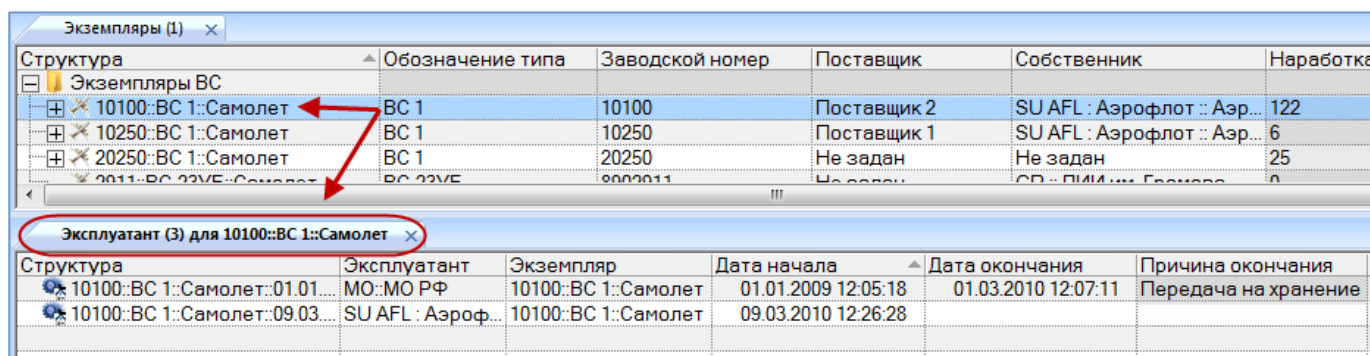

Рис. 13-102 – Окно связанных объектов «Эксплуатант»
- 4) Открывается окно связанных объектов «Эксплуатант» для выбранного экземпляра ВС (рис. 13-102).